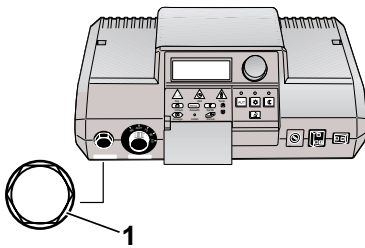

Fig. 6 Se scoate piulița capacului
- Pentru deblocarea termostatalui de siguranță trebuie rotită piulița de la STB și butonul de resetare trebuie apăsat (Fig. 6).